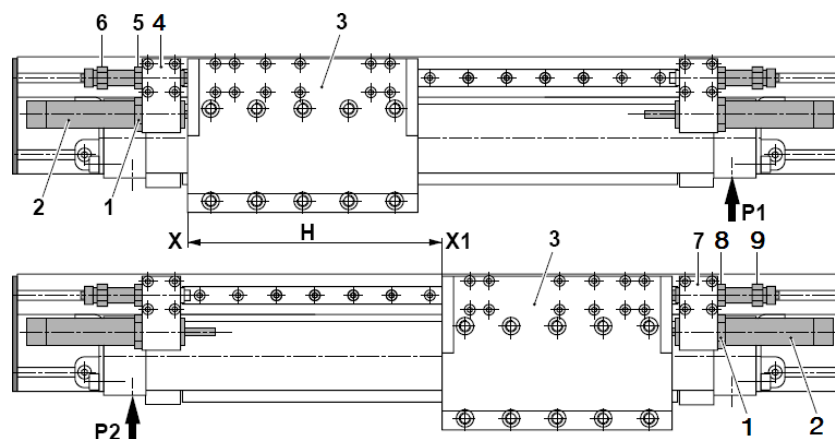

Abb. 30 Einstellung Anschlagschrauben PMP-c
1. Kontermutter (Abb. 30, 1) lösen und Stossdämpfer (Abb. 30, 2) Umdrehungen entgegen dem Uhrzeigersinn herausschrauben.
- Der Schlitten (Abb. 30, 3) des Moduls fährt bis zur Begrenzung durch den Endanschlag (Abb. 30, 4).
3. Kontermutter (Abb. 30, 5) lösen.
4. Hintere Position X durch Verstellen der Anschlagschraube (Abb. 30, 6) bestimmen.
5. Kontermutter (Abb. 30, 5) wieder sichern
- Der Schlitten (Abb. 30, 3) des PMP fährt bis zur Begrenzung durch den Endanschlag (Abb. 30, 7).
7. Kontermutter (Abb. 30, 8) lösen.
8. Vordere Position X1 durch Verstellen der Anschlagschraube (Abb. 30, 9) bestimmen.
9. Kontermutter (Abb. 30, 8) wieder sichern.